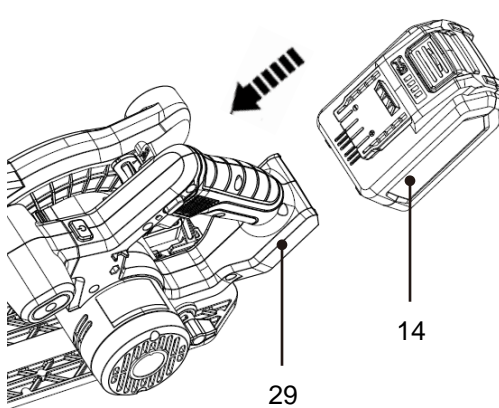

Fig. 5
1. Para colocar el bloque de baterías, alinee las ranuras deslizantes del bloque de baterías (14) con el soporte del bloque de baterías (29) y deslice el bloque de baterías (14) hacia dentro. Asegúrese de que queda bien encajado (Fig. 5).